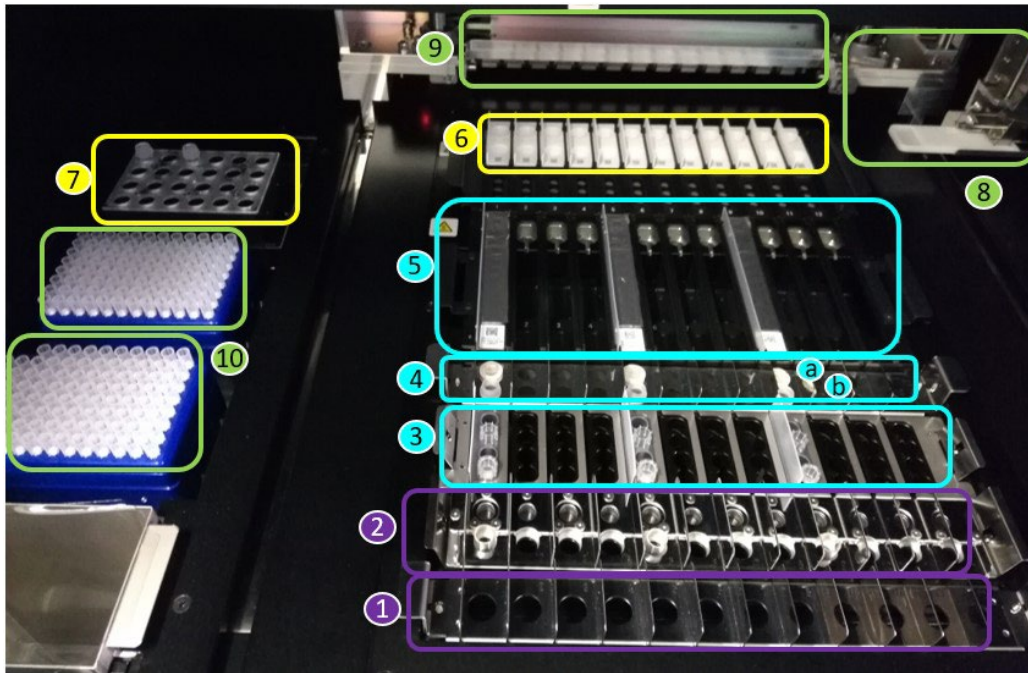

Abbildung1: Der „ELITE InGenius“ Ladebereich
Eine Übersicht über das „**ELITE InGenius**“ Gerät ist in Abbildung 1 dargestellt.
Abbildung 1 zeigt: Position des Primärröhrchen-Racks (1), Position des Extraction Tube Rack (Extraktionsröhrchen-Ständer) (2), Position des Tip Rack (Spitzenständer) (3), Position des Elution Tube Rack (DNase-I-Röhrchen + Röhrchenadapter (a) und Elution Tube (Elutionsröhrchen) (b)) (4), Position des Extraktionskartuschen-Racks (5) und Position des PCR-Kartuschen-Racks (6), Position des Blocks für PCR- und interne Kontrollreagenzien (Bestandsmanager) (7), Proben- und Reagenzdispensierung (8, 9), Positionen des Abfallbehälters (links unten) und der Spitzen (10).
6. Die Schaltfläche „Next“ (Weiter) drücken, um zu bestätigen, dass für die Anzahl der ausgewählten Tests je nach Anzeige auf dem Bildschirm ausreichend Reagenzien in Position 7 des Bestandsmanagers geladen wurden (siehe Seite 10, Abbildung 1).
7. Ausreichend Spitzenständer in Position 10 stellen (siehe Seite 10, Abbildung 1).
9. Die angegebenen PCR-Kassetten in Position 6 stellen (siehe Seite 10, Abbildung 1).
11. Die angegebenen Kassette(n) mit den Extraktionskartuschen in Position 5 stellen (siehe Seite 10, Abbildung 1).
- Die DNase I in den DNase-I-Röhrchenadapter einsetzen, wie in Position 4 (s. Seite 10, Abbildung 1) angeben.
- Die angegebene Anzahl von Elutionsröhrchen in Position 4 stellen (siehe Seite 10, Abbildung 1).
17. Die angegebene Anzahl von Pipettenspitzen-Kassetten in Position 3 stellen (siehe Seite 10, Abbildung 1).
19. Die angegebene Anzahl von Extraktionsröhrchen in Position 2 stellen (siehe Seite 10, Abbildung 1).